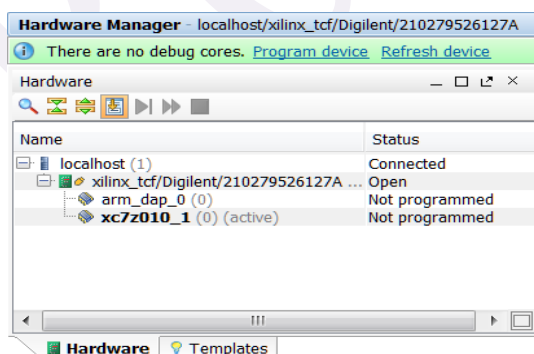

图 3-2-19 打开硬件会话
(10) 单击两次 Next，然后单击 Finish。未连接硬件会话状态更改为服务器名称并且器件被高亮显示，如图 3-2-19 所示。还要注意，该状态表明它还没有被编程；